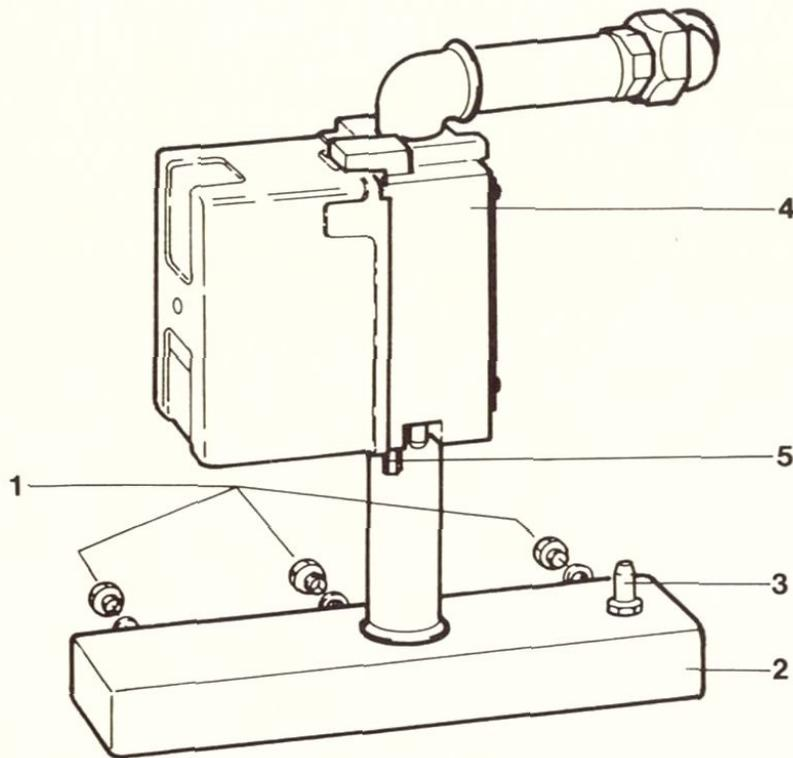

Abb. 15
Legende zu Abb. 15
- b) Brennerdüsen (1), Abb. 15, austauschen.
Siehe Abb. 15.